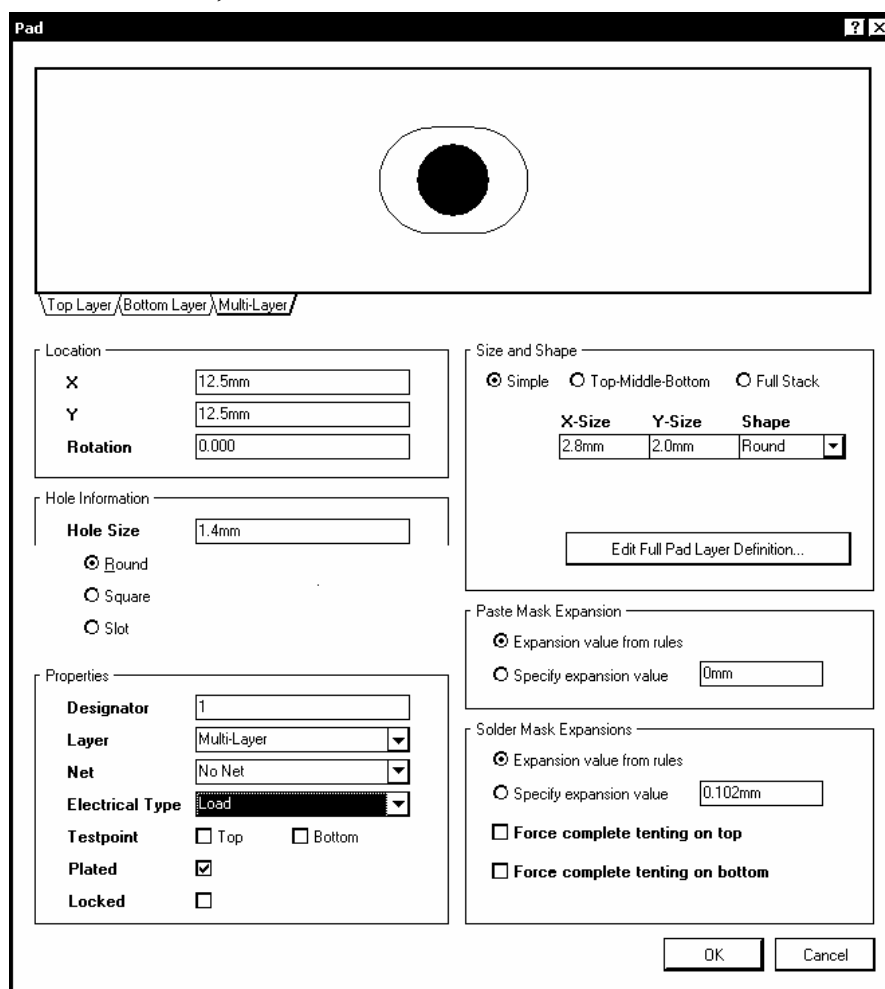

Рис. 3.12
1. Активизировать команду главного меню Place>>Pad (горячие клавиши P, P). Перед тем, как фиксировать плавающую за курсором контактную площадку (КП) на поле графического редактора, вызвать клавишей Tab диалог редактирования ее параметров. Откроется диалоговое окно свойств контактной площадки, Pad (рис. 3.12).
Защитная маска и маска припойного трафарета. В структуру контактной площадки входят две маски: Solder Mask – маска для защиты печатных проводников от воздействия влаги и перетекания припоя при монтаже, и Paste Mask – маска, по которой выполняется трафарет для нанесения припойной пасты перед пайкой поверхностно-монтируемых (SMD) компонентов. Маски формируются на верхней и нижней сторонах платы. При настройке параметров КП есть возможность указать величину отступа краев отверстий в каждой из масок от края площадок металлизации на наружных слоях. Настройка выполняется в полях диалогового окна (рис. 3.12):